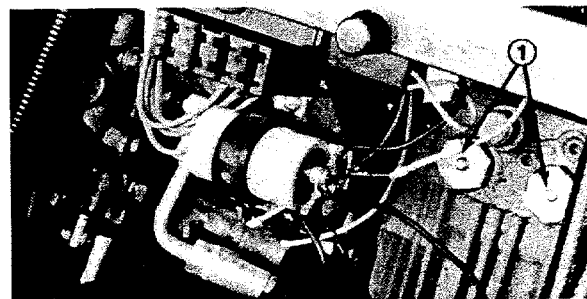

Figure 14
2. Appuyer et maintenir les tiges situées au centre des deux (2) ensembles clapet anti-retour sur le dessus de la transmission (Fig. 14), pour pousser ou remorquer la machine.
Une fois par an, graisser abondamment les tiges des clapets anti-retour (Fig. 14). Les roulements et bagues de l'unité de déplacement qui doivent être graissés sont illustrés dans les figures suivantes: